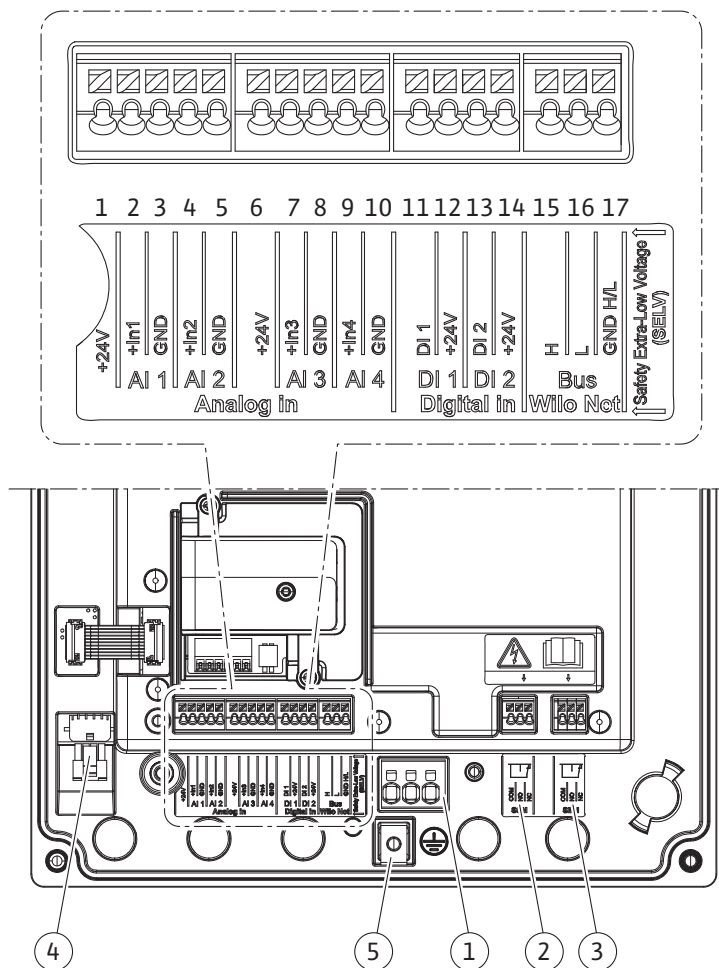

Fig. 19: Přehled svorek v modulu
4. Přívodní kabel musí být veden šroubením kabelu M25 (Fig. 19, poz. 1). Šroubení kabelu dotáhněte předepsaným utahovacím momentem.